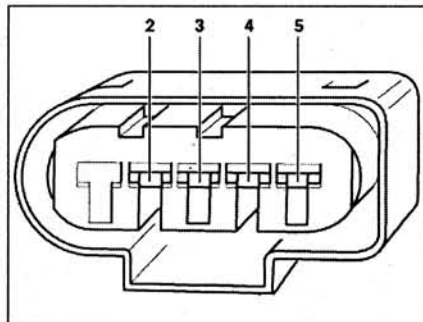

Рис. 3.66. Измерьте напряжение между контактами разъема проводки расходомера воздуха.
11. Измерьте напряжение между контактами разъема проводки расходомера воздуха (рис. 3.66).